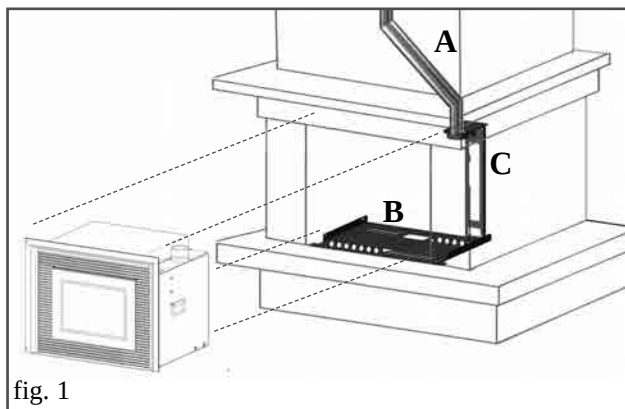

fig. 1
KIT DE FACILITACIÓN PARA LA INSTALACIÓN EN CHIMENEA CON REVESTIMIENTO EXISTENTE (constituido por placa "B" y estribo "C" - fig.1)
- Cubrir el trozo de tubo o de canal de humo con un revestimiento (G) y capas de fibra cerámica o material equivalente, de modo que el espesor pueda obstruir los espacios que resultan entre el nuevo tubo de acero y el ya existente.
- Para mayor seguridad y facilidad de colocación, desmontar el marco externo con la rejilla, eliminando el perno superior de la izquierda (E) y extraerla hacia arriba.
- Posicionar el insertable centrándolo en la placa de apoyo (B) empujándolo hasta el fin de carrera (fig 1).